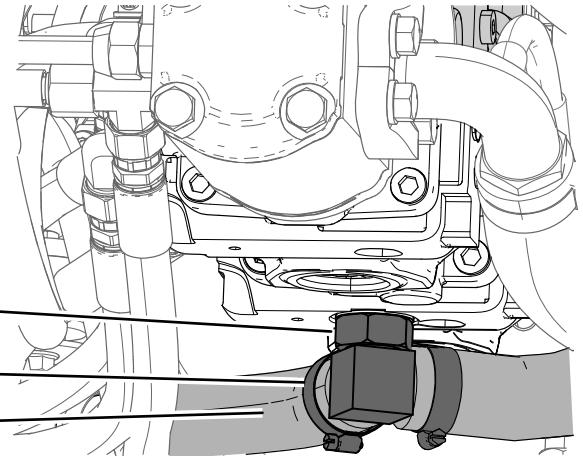

Figura 16
- 5. Allentate le 2 fascette stringitubo e rimovete i flessibili dal raccordo (Figura 16).
- 2. Fascetta stringitubo (2)
- 3. Flessibile (2)
- 7. Utilizzate una bussola Crowfoot da 1-1/4" o una chiave inglese per allentare il dado sul raccordo illustrato nella Figura 16.
- 11. Ruotate il raccordo all'orientamento originario (Figura 16). Serrate il dado a una coppia compresa tra 182 e 222 N·m.
- 12. Montate i flessibili e le fascette stringitubo (Figura 16).